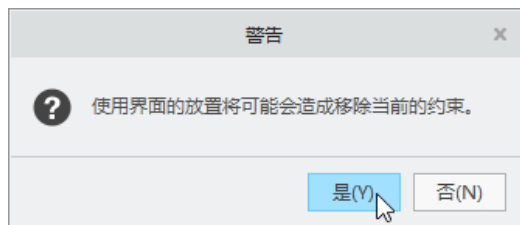

图 2-21 “警告”对话框
(4) 在“凸模”选项卡中单击 (使用界面放置) 按钮, 系统弹出图 2-21 所示的“警告”对话框, 单击“是”按钮。